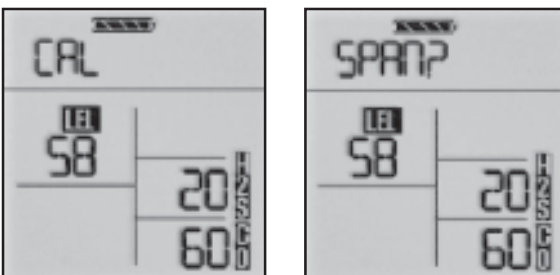

Bild 19:
- När nollorna har ställts in blinkar, **CAL SPAN?** (bild 19).